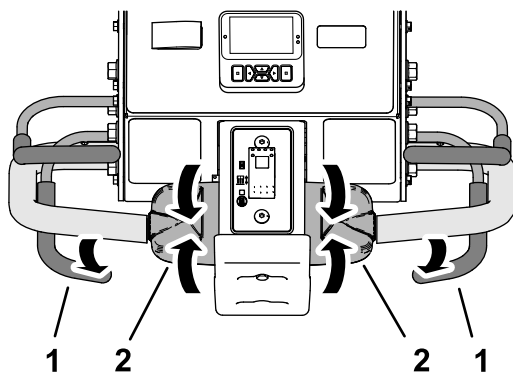

Figura 89
1. Se baixar a cabeça de perfuração, liberte a pega de arejamento (Figura 89).